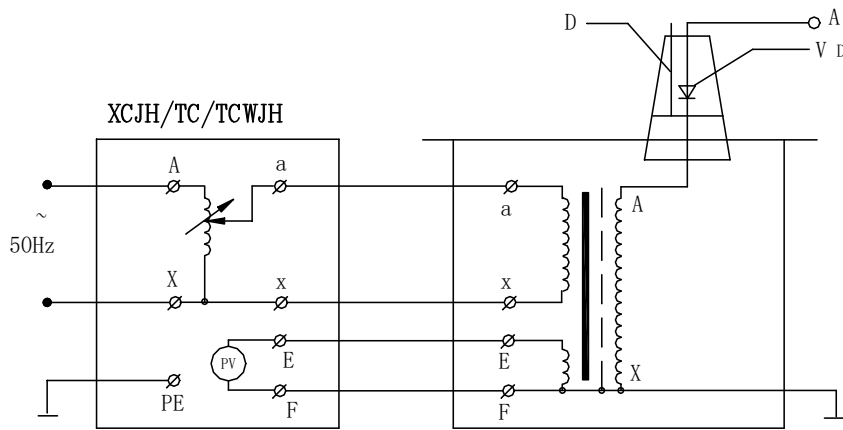

图 4: 单台 YD (G) 交直流试验变压器原理图
2、单台 YD (G) 试验变压器的工作原理图见图 4，图中高压套管中装有高压硅堆，串接在高压回路中作半波整流，以获得直流高电压。当用一短路杆将高压硅堆短接时，可获得工频高电压，作为交流输出状态；取消短路杆时，作为直流输出状态。